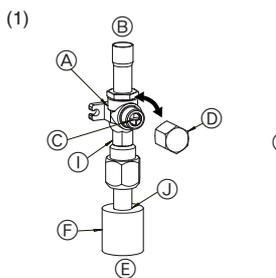

Fig. 4-5
(1) Gaszijde van de RP60-140 (Fig. 4-5)